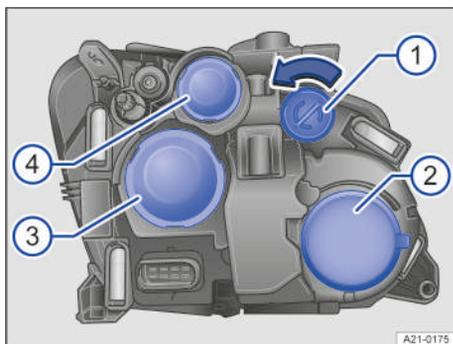

Fig. 143 En el vano motor: tapas del faro izquierdo.
1. Gire el portalámparas hasta el tope en el sentido de la flecha → fig. 143 1.
1. Retire la tapa de goma de la parte posterior del faro → fig. 143 2.
6. Coloque la tapa de goma en la parte posterior del faro → fig. 143 2.
1. Retire la tapa de goma de la parte posterior del faro → fig. 143 3.
- Coloque la tapa de goma en la parte posterior del faro → fig. 143 ③.
- Retire la tapa de goma de la parte posterior del faro → fig. 143 ④.
- Coloque la tapa de goma en la parte posterior del faro → fig. 143 ④.